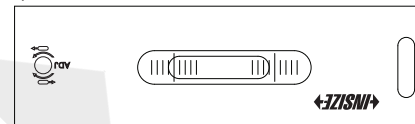

Fig.3
c) Ruotare la livella di 180°, far scorrere (non mettere) la livella nella stessa posizione della superficie (Fig. 3).